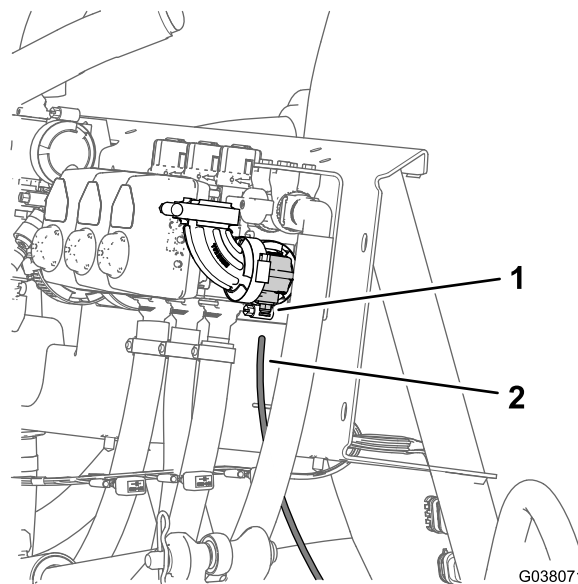

Figure 124
1. Alignez le bout du tube de détection de pression (plastique) associé au manomètre monté sur la planche de bord et la bague de blocage du raccord de tube (Figure 124).